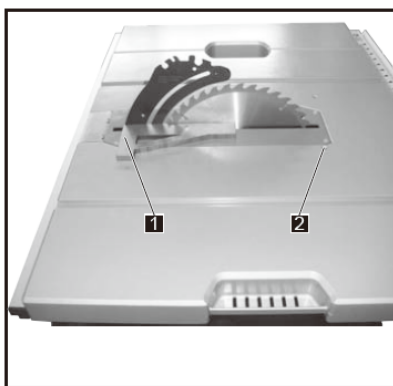

Рис. 28
6.7 Регулировка упоров для наклона на 45° и 90° (Рис. 27-Рис. 28)